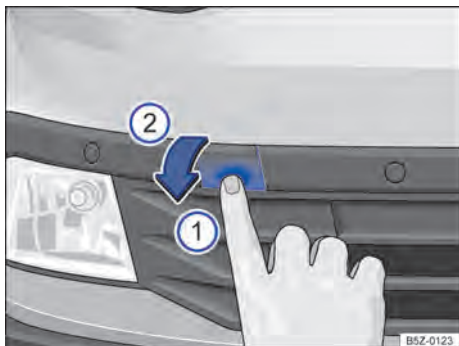

Fig. 187 No para-choque dianteiro à direita: soltar e remover a cobertura.
O alojamento para a argola de reboque rosqueável está localizado à direita do para-choque dianteiro, atrás de uma cobertura ⇒ **Fig. 187**.
- Pressionar na área inferior da cobertura ⇒ **Fig. 187** (1) para soltar o travamento da cobertura.
- Retirar a cobertura para frente (2) e deixá-la pendurada no veículo.